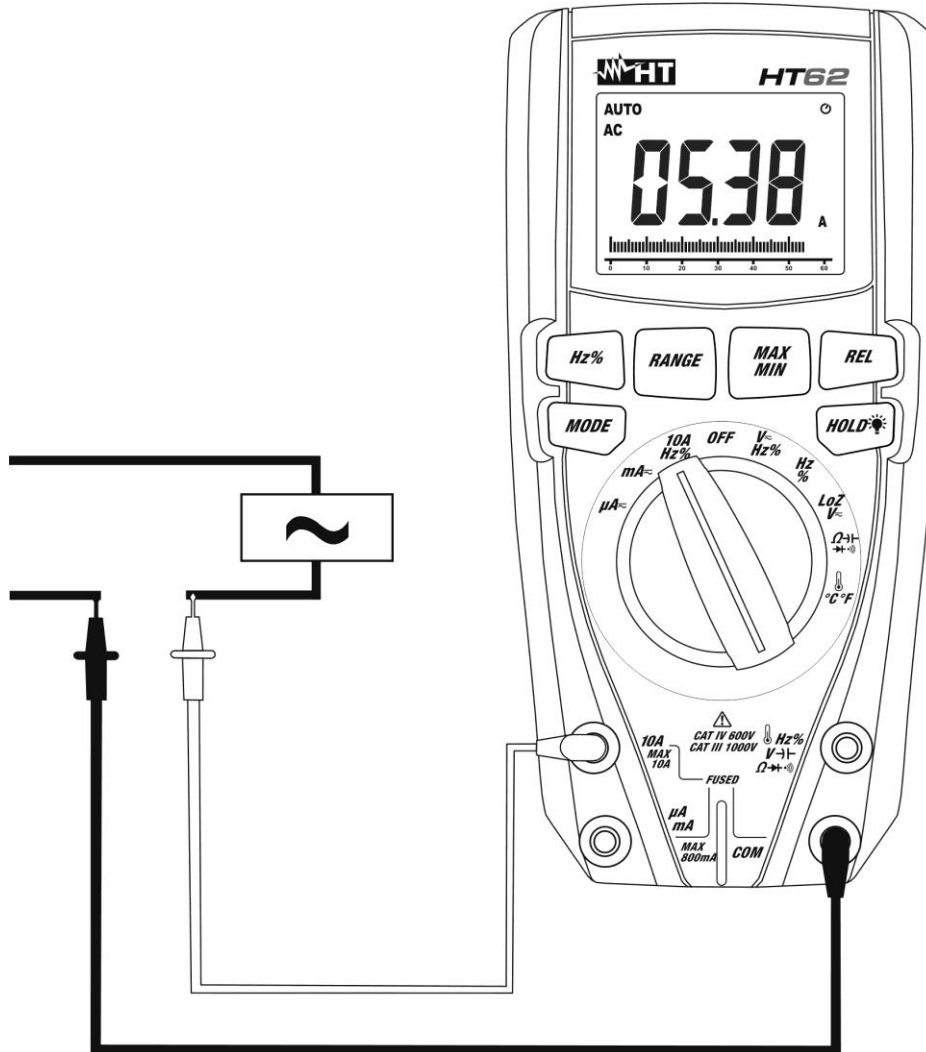

Fig. 11: Mesures de Courant AC
5. Connecter l'embout rouge et l'embout noir en série au circuit duquel on veut mesurer le courant en respectant la polarité et la direction du courant dont à la Fig. 11.